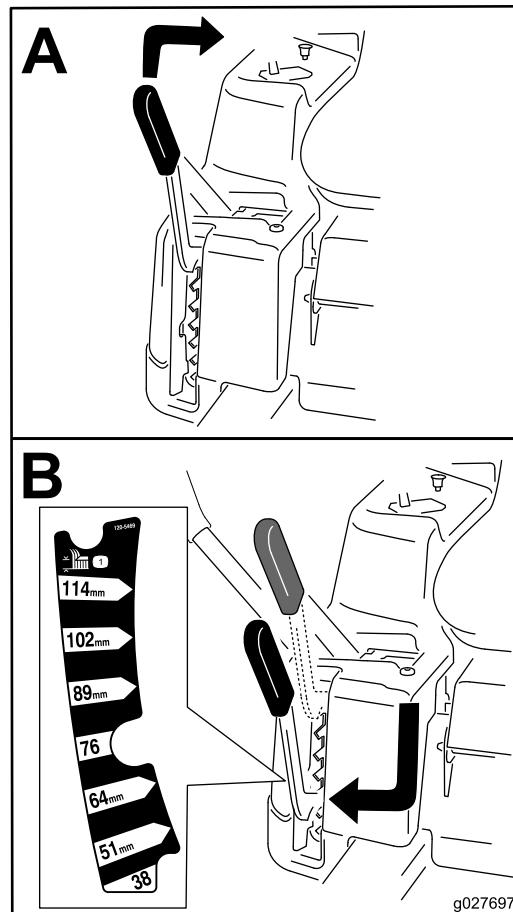

Figura 17
**Nota:** La posición de transporte es la posición de altura de corte más alta, 115 mm, según se muestra en la Figura 17.
La altura de corte se controla con la palanca situada a la derecha del puesto del operador (Figura 17).